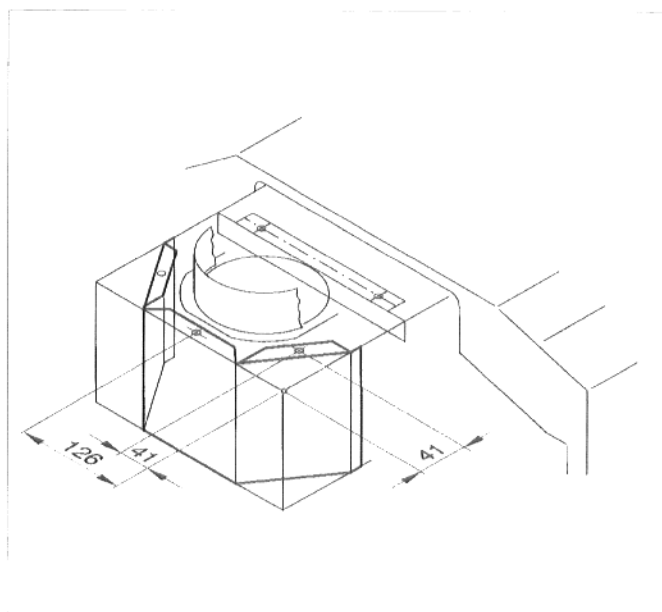

Abb. 3: Abgasleitblech
- Zwei Bohrungen (\varnothing 6 mm) nach Abb. 3 auf der Oberseite der Strömungssicherung anbringen.
- Abgasleitblech in der Strömungssicherung festschrauben (Abb. 3).